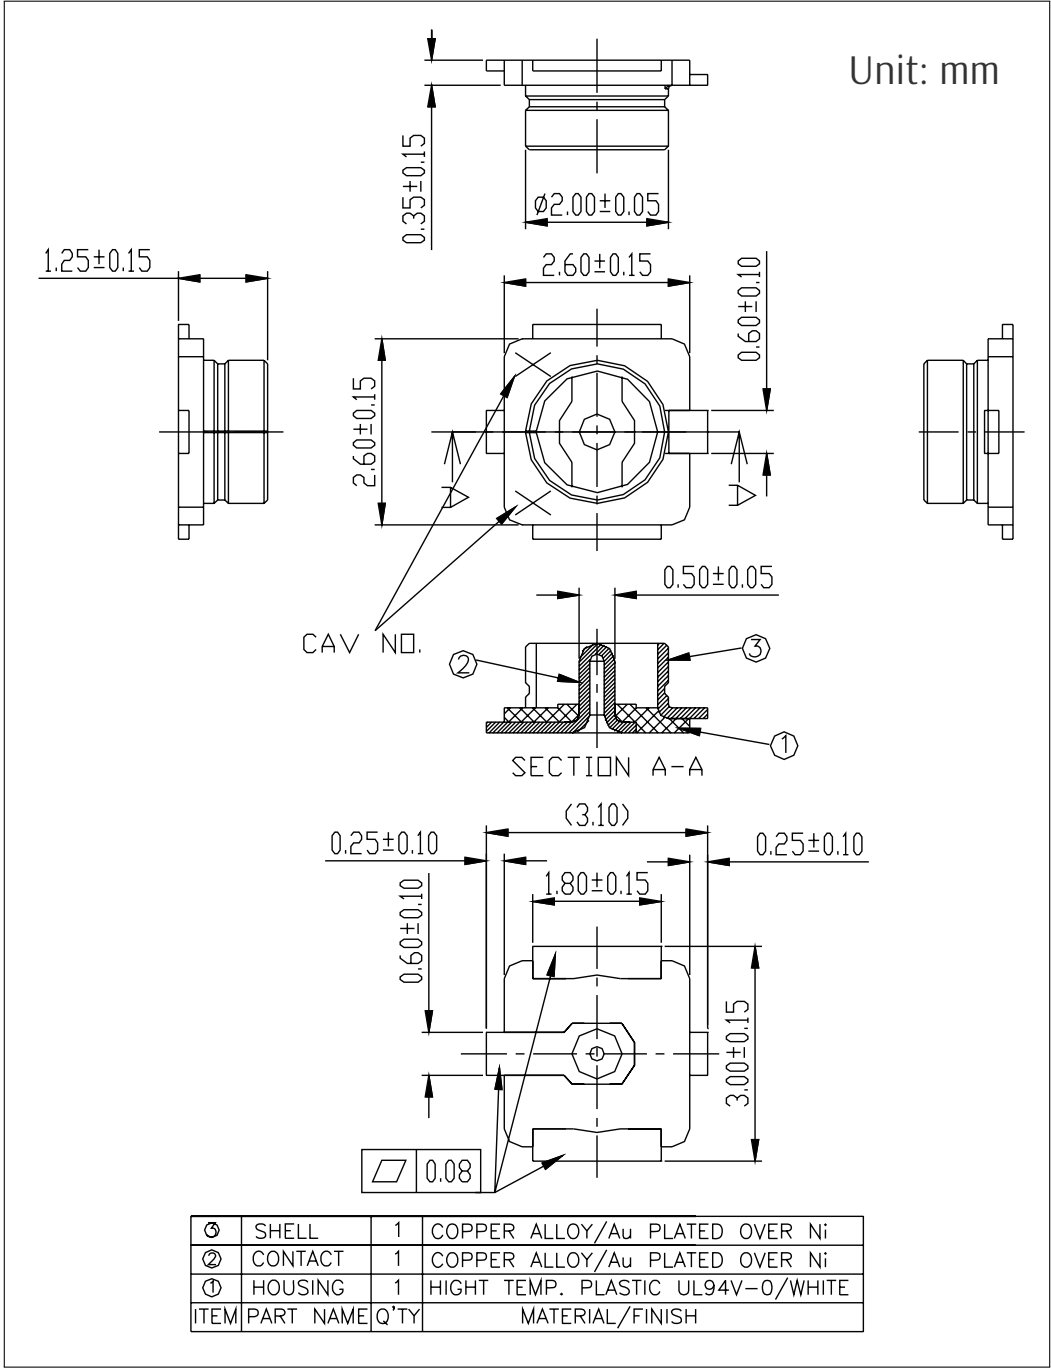

图 10-3. 外部天线连接器尺寸图
ESP32-S31-WROOM-3U 采用图 10-3 外部天线连接器尺寸图 所示的第一代外部天线连接器，该连接器兼容：
- 接口规格与模组天线连接器接口匹配，参考图 10-3 外部天线连接器尺寸图